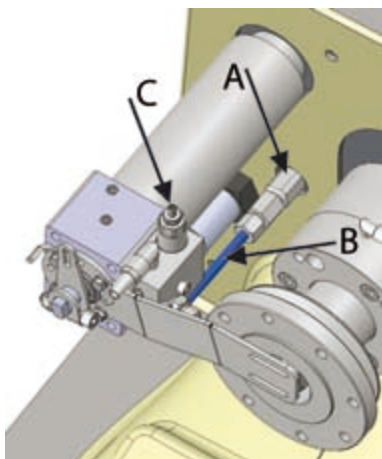

Рисунок 15. Смазка заднего подшипника
- Если автоматический смазочный блок подает излишнее количество смазки (резервуар опустошается слишком быстро), следует уменьшить давление, ослабив регулировочный винт (рис. 15, точка C).
- Если автоматический смазочный блок не подает смазку к заднему подшипнику (низкая температура, густая смазка), следует увеличить давление путем затягивания регулировочного винта (рис. 15, точка C).